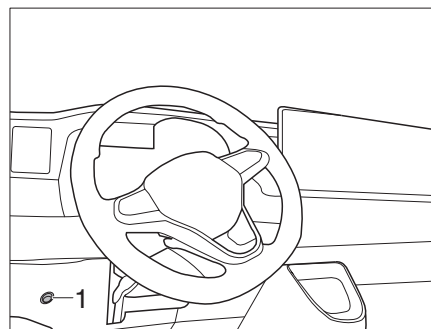

Fig. 321 Interrupteur marche/arrêt - rampe lumineuse à DEL
- ▶ Vérifier régulièrement le bon fonctionnement de la rampe lumineuse et du bouton marche/arrêt (Fig. 321,1).
- Actionner le bouton marche/arrêt (Fig. 321,1) situé à gauche, sous le volant.